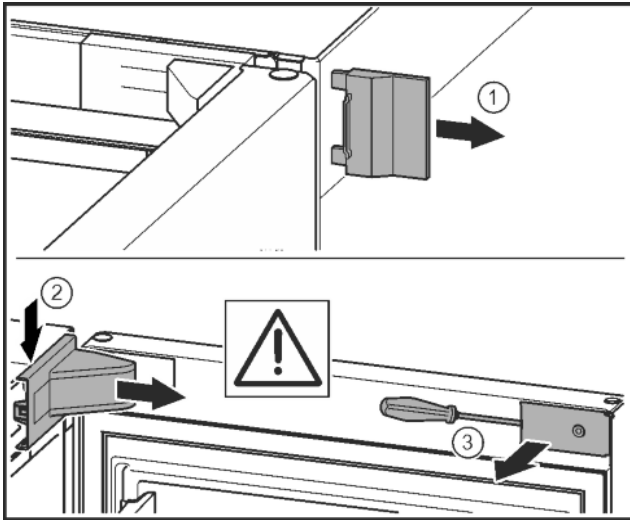

Fig. 10*
- Vegye le a külső fedelet. Fig. 10 (1)*
- Pattintsa ki és oldja ki a csapágybak fedelét. Vegye le a csapágybak fedelét. Fig. 10 (2)*
- Hornyoltfejű csavarhúzóval pattintsa ki a lemezt, és fordítsa oldalra. Fig. 10 (3)*